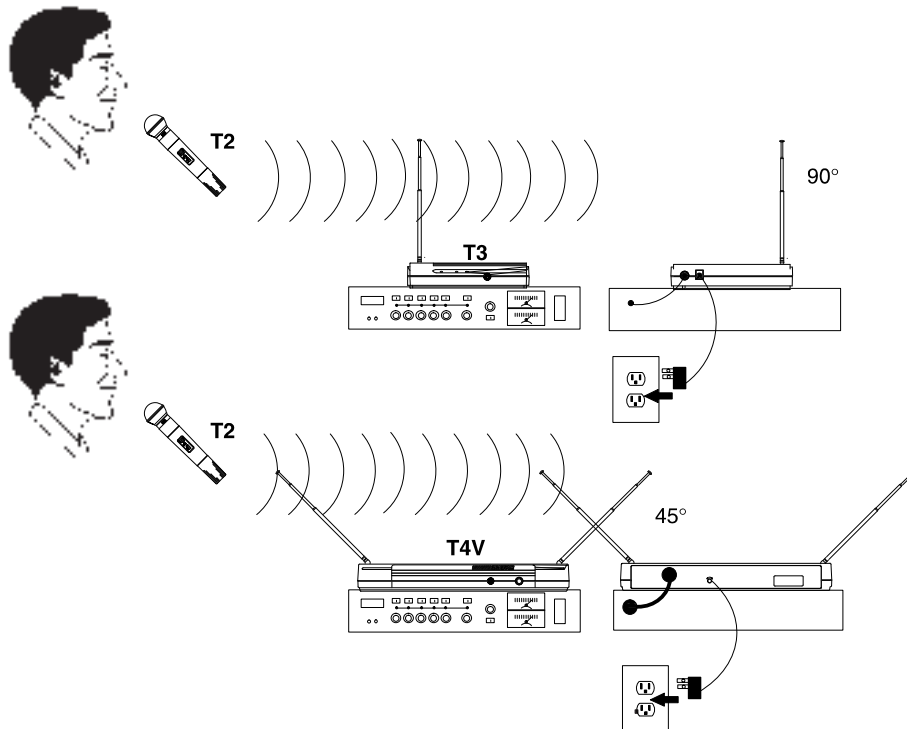

FIGURA 9
1. Fare riferimento alla Figura 9. Inserire un'estremità del convertitore di alimentazione in corrente alternata nel connettore DC INPUT situato nella parte posteriore del ricevitore, e l'altra estremità in una presa di rete (per alimentazioni a 60 Hz, 105–125Vca, utilizzare il PS20; per alimentazioni a 50 Hz, 220Vca, utilizzare il PS20E). La spia verde POWER sul ricevitore si accenderà.